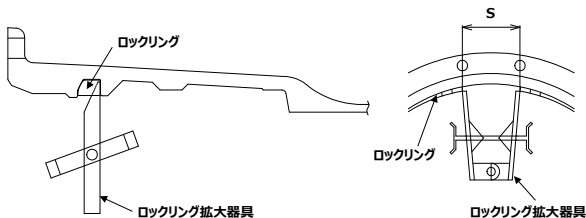

図7 ロックリング拡大器具の装着
- (2) 図7に示すようにロックリング拡大器具を用いて、ロックリング分割部が表5に示すs寸法（目安値）になるまで拡大する。